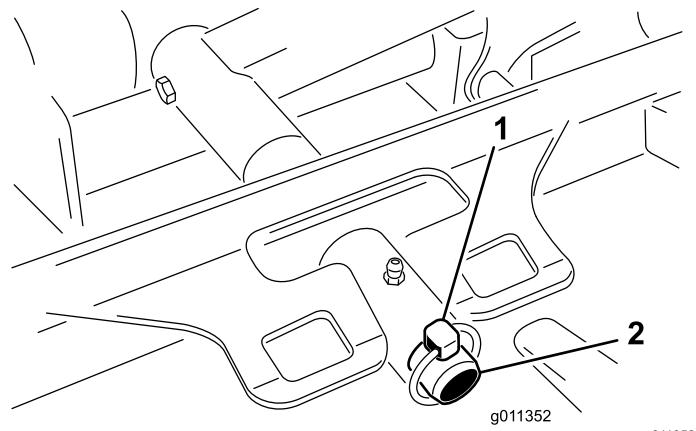

Bild 71
3. Entfernen Sie den Klappstecker (für Groundsmaster 4500-Maschinen) oder die Befestigungsmutter (für Groundsmaster 4700-Maschinen), mit dem bzw. der der Mähwerkträgerrahmen am Lagerbolzen des Hubarms befestigt ist (Bild 71).
2. Schieben Sie den Trägerrahmen des Mähwerks auf den Lagerbolzen des Hubarms (Bild 71). Befestigen Sie das Mähwerk mit dem Klappstecker (für Groundsmaster 4500-Maschinen) oder der Befestigungsmutter (für Groundsmaster 4700-Maschinen) am Lagerbolzen.